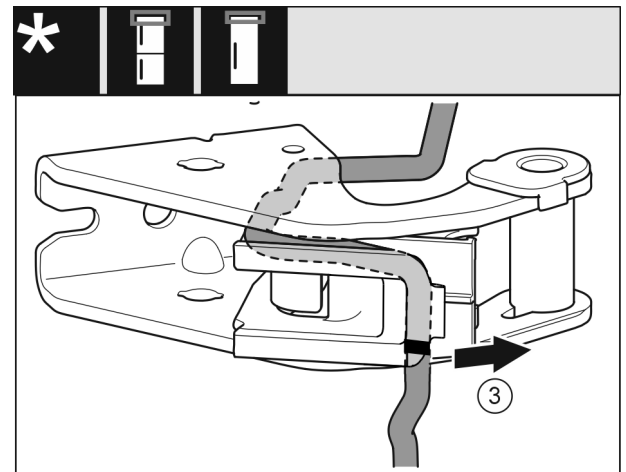

Fig. 18
- ▶ Demontējiet kabeli ar kabeļa stiprinājumu no gultņa balsta. Fig. 18 (3)